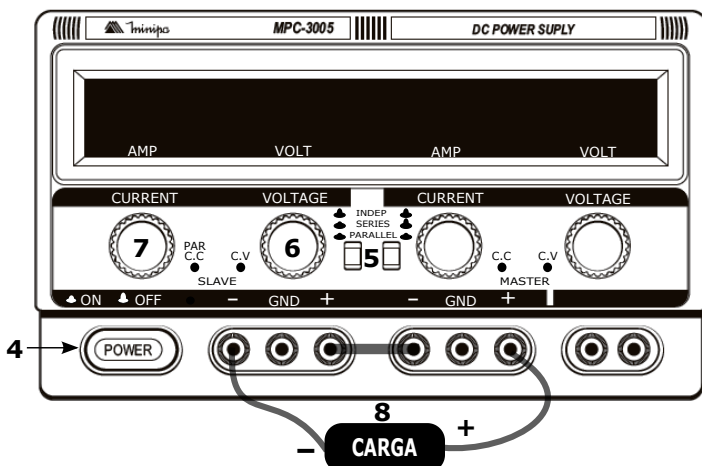

Figura 8 - Conexão Série das Fontes MPC-3003 e MPC-3005.
8. Conecte a carga aos terminais de saída da fonte observando as polaridades (-) da fonte SLAVE (CH1) e (+) da fonte MASTER (CH2), de acordo com a figura 8.